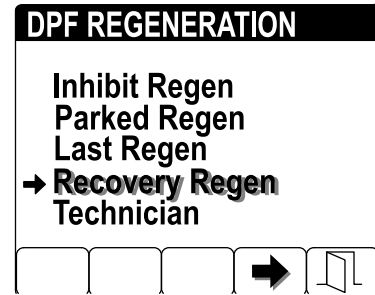

Bild 62
1. Öffnen Sie das Menü „DPF Regeneration“ und drücken Sie die Tasten 1 oder 2, um auf die Option PARKED REGEN oder die Option RECOVERY REGEN zu navigieren (Bild 62).